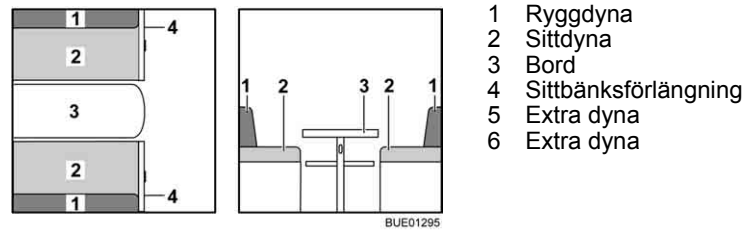

Bild 122 Före ombyggnaden
- Förstora bordet (Bild 122,3) och bygg om det till sängbotten (se avsnitt 6.11).